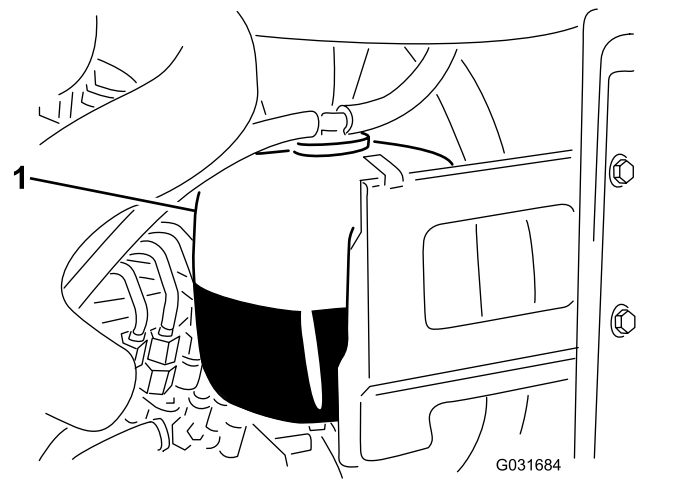

Figure 49
1. Vérifiez le niveau du liquide de refroidissement dans le vase d'expansion (Figure 49).